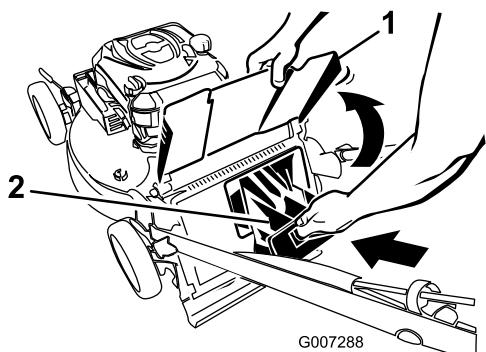
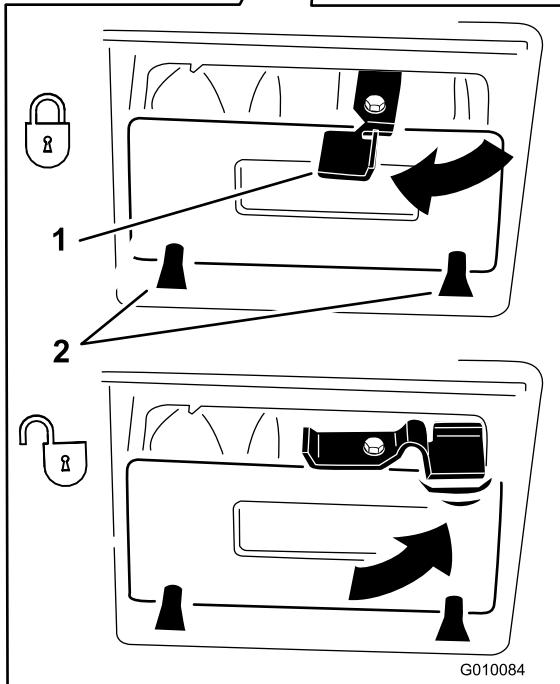

Figure 18
Figure 19
**Important:** Vérifiez que l'obturateur de l'éjecteur arrière est bien verrouillé en place. Pour enlever l'obturateur : relevez le déflecteur d'éjection (Figure 18), appuyez fermement sur l'obturateur jusqu'à ce qu'il s'enclenche en position derrière les languettes, et tournez le levier situé sur l'obturateur vers la gauche (Figure 19).
**Remarque:** Pour déverrouiller l'obturateur, tournez le levier situé dessus vers la droite (Figure 19).